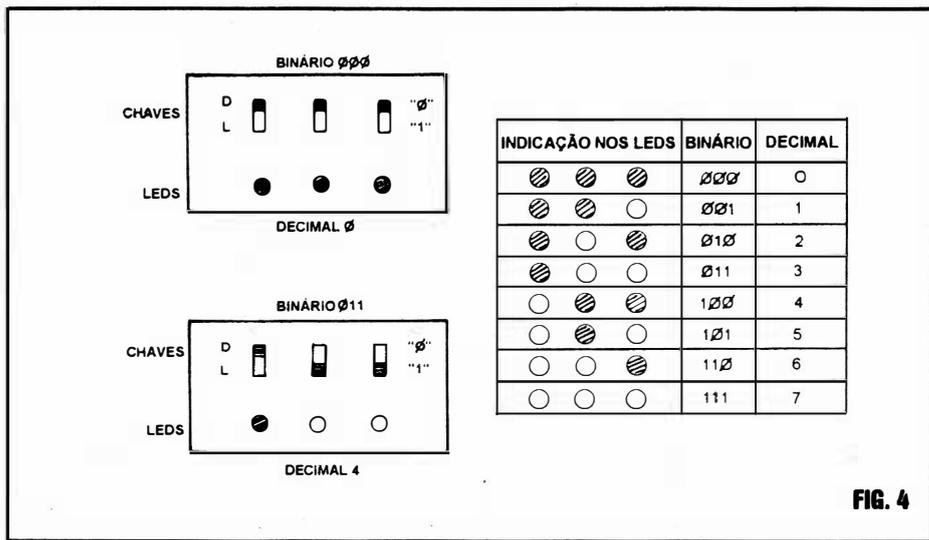

FIG. 4
- FIG. 4 - USANDO, EXPERIMENTALMENTE, O CONTADOR BINÁRIO... - Nosso contador binário é - obviamente - "não automático" - já que cada dígito que forma os números deve ser individualmente inserido pelo acionamento do respectivo interruptor... No diagrama, "imaginamos" um pequeno painel, onde se distribuem os três interruptores, logo acima dos três respectivos LEDs (que funcionam como display para o número escrito em binário...). Observem as indicações "0" e "1" junto às chaves, mostrando os valores assumidos por cada uma das suas duas posições possíveis... Verifiquem, em seguida, como qualquer número ou quantidade, de zero até sete, pode ser facilmente escrito e "mostrado" (via display de LEDs),